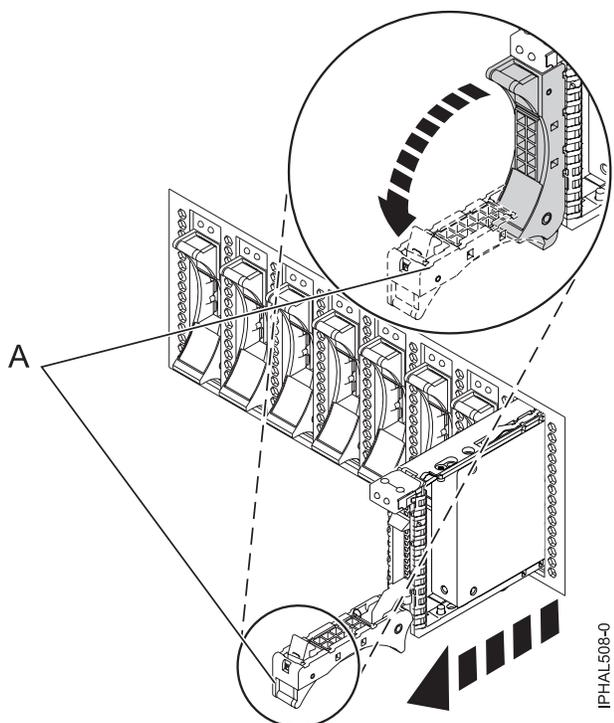

Figura 6. Remover a unidade de disco do painel posterior
- 1) Desbloqueie a aba da unidade de disco (A) e puxe-a para fora para desencaixar a unidade de disco.
- 2) Coloque uma mão sob a unidade de disco e, cuidadosamente, puxe-a para fora do sistema como mostra a Figura 6 na página 8.